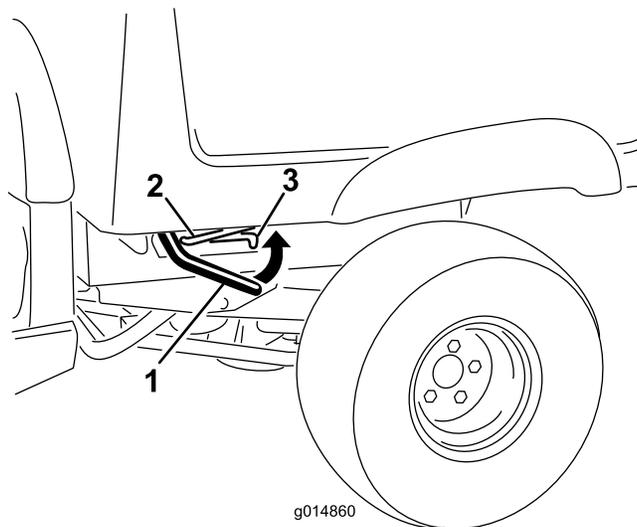

Figura 12
1. Levante la palanca situada en cada lado de la plataforma y eleve la plataforma (Figura 12).
2. Tire de la varilla de soporte hasta que entre en la muesca, afianzando la plataforma (Figura 12).